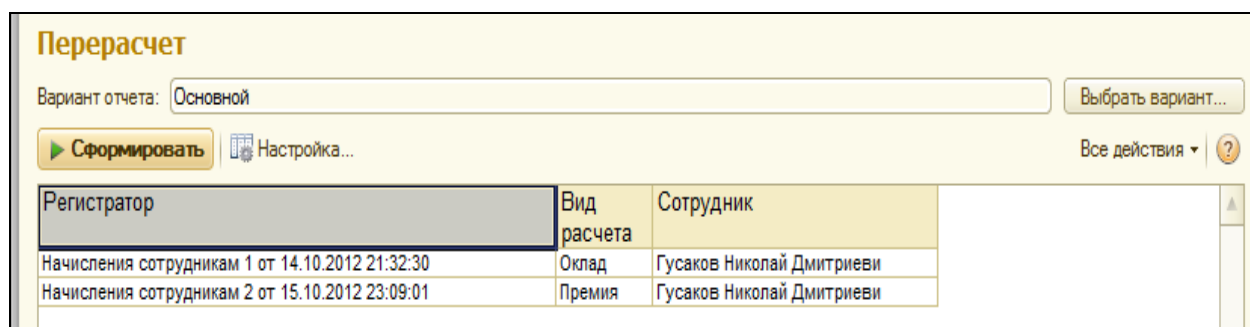

Рисунок 8.16 Отчет «Перерасчет»
12. Нажать кнопку **Провести и закрыть**. Построить отчет **Перерасчет** (рис.8.16).